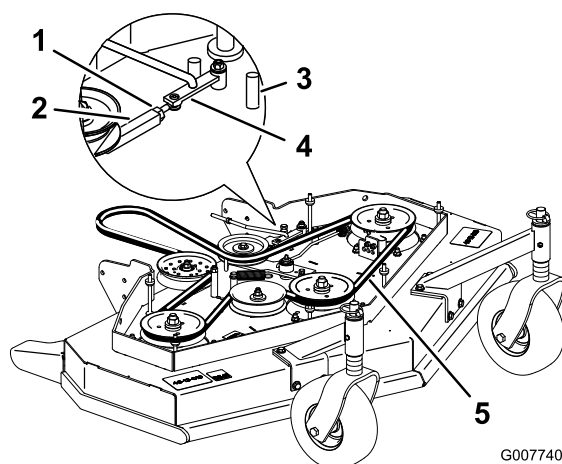

Figure 43
3. Desserrez le contre écrou sur le tendeur (Figure 43).
4. Tournez le tendeur vers l'arrière du plateau de coupe pour augmenter la tension sur la courroie. Tournez le tendeur vers l'avant du plateau de coupe pour réduire la tension sur la courroie (Figure 43).